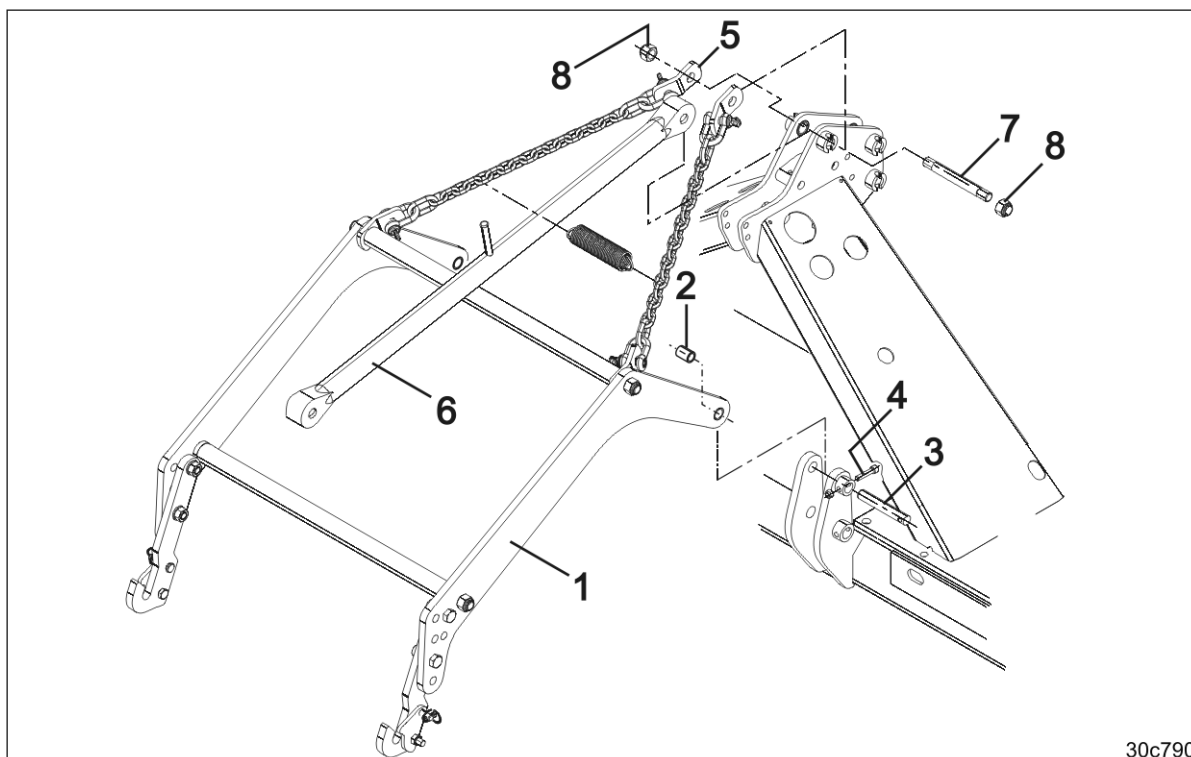

Рис. 44
1. Подвесьте соединительные кронштейны (Рис. 44/1) на кра-
распорными втулками (Рис. 44/2) на почвообрабатывающем
агрегате с помощью двух пальцев (Рис. 44/3).
3. Зафиксируйте пальцы болтами (Рис. 44/4) и гайками.
4. Закрепите пластины (Рис. 44/5) для цепей вместе с верхней
тягой (Рис. 44/6) на почвообрабатывающем агрегате с по-
мощью пальца (Рис. 44/7).
5. Закрепите палец двумя контргайками (Рис. 44/8).